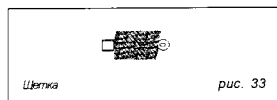

рис. 33
- очистите турбулизаторы и газоходные трубы прилегаемой в комплекте щеткой (рис. 33). Для